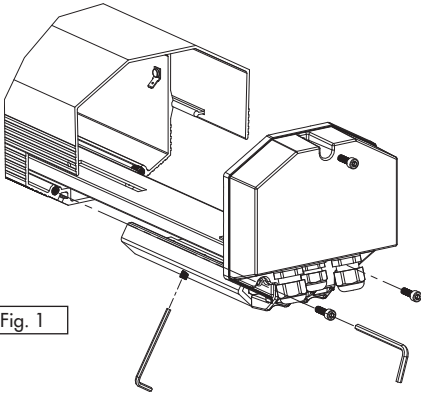

Fig. 1
Um das Gehäuse zu öffnen, werden die drei Schrauben aus der hinteren Abdeckplatte entfernt und die beiden Gewindestifte auf dem externen Schlitten gelockert. Anschließend den Gehäusekorpus herausziehen (Fig. 1). Auf diese Weise läßt sich leicht auf das Innere des Gehäuses zugreifen, ohne es vom Tragbügel abmontieren zu müssen.
1. Gehäuse nach den obigen Ausführungen öffnen (Fig. 1).
4. Nun das Gehäuse schließen. Die Vorgehensweise ist umgekehrt zu den vorstehenden Ausführungen (Fig. 1).
1. Gehäuse nach den obigen Ausführungen öffnen (Fig. 1)
5. Nun das Gehäuse schließen. Die Vorgehensweise ist umgekehrt zu den vorstehenden Ausführungen (Fig. 1).
1. Das Gehäuse wird geöffnet, wie oben erläutert (Fig. 1)